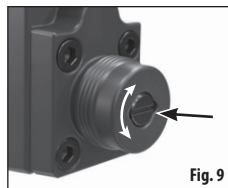

Fig. 9
5. Drehen Sie die Schraube mit einem kleinen Schlitzschraubendreher im Uhrzeigersinn, um den geregelten Druck zu verringern, oder gegen den Uhrzeigersinn, um den geregelten Druck zu erhöhen (Abb. 9).